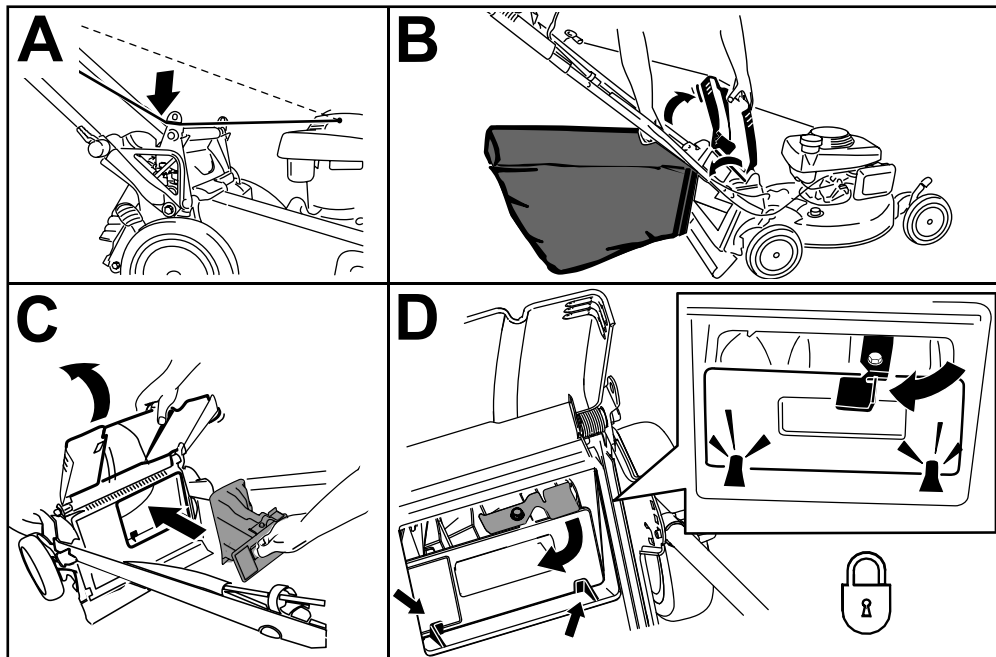

Figura 17
1. Pase la cuerda del arrancador alrededor de la guía de cuerda inferior (Figura 17, A).
2. Levante y sujete el deflector trasero y levante la bolsa por el asa para separarla de la muescas de los soportes del manillar (Figura 17, B).
3. Instale el tapón trasero (Figura 17, C).
Importante: Asegúrese de que el tapón trasero está bloqueado en su sitio. Para bloquear el tapón, presione firmemente hasta que encaje en su lugar detrás de las pestañas, y gire la palanca del tapón a la izquierda (Figura 17, D).